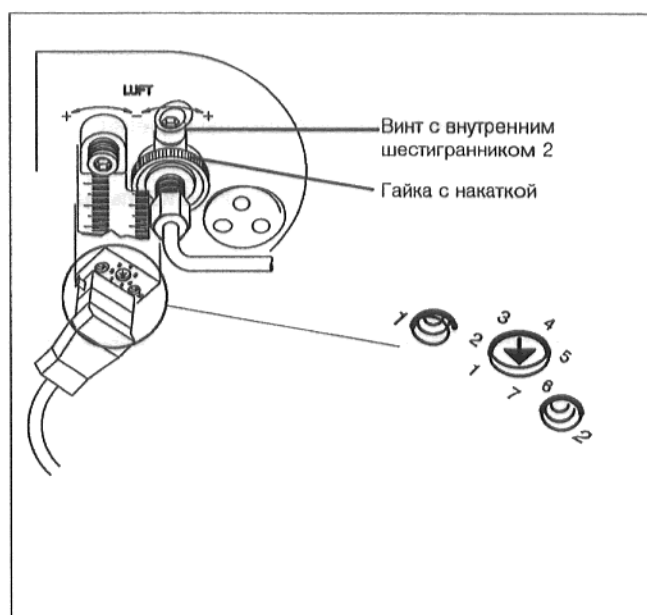

Рис. 5: Устройство контроля пламени
- Ослабить винт с внутренним шестигранником 2 на пол-оборота (рис. 5).
- Отрегулировать положение гайки с накаткой (рис. 5).
Уровень чувствительности настроен изготовителем на значение "7". Во время эксплуатации оба светодиода должны гореть (рис. 5).